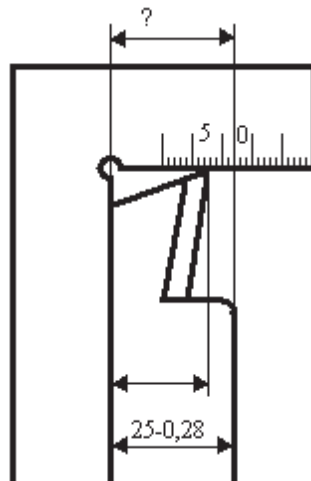

Рис.1. Схема визначення товщини підкладки під різець за допомогою кутника-шаблону
1. Вказати, з якою метою токар перед встановленням різця в різцетримач вимірює висоту його головки за кутником-шаблоном, виготовленим спеціально для цього верстата і різцетримача (рис. 1).
2. Виконати рис. 1 і вказати, чому рівна відстань від опорної поверхні різця до нульової риски шаблону, виготовленого для токарно-гвинторізного верстата моделі 16К20.
5. Визначити і зобразити на рис. 1 висоту головки різця, встановленого на шаблон, якщо його вершина розміщена на 3 мм нижче нуля.